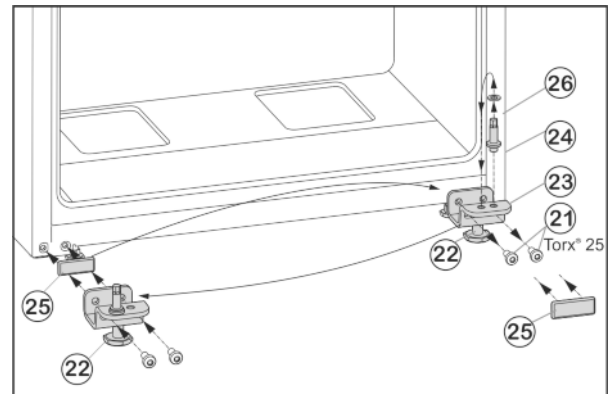

Fig. 9
- ▶ Открутите крепежные винты Fig. 9 (21).
- ▶ Снимите нижний опорный кронштейн Fig. 9 (23) вместе с опорным пальцем Fig. 9 (24), шайбой Fig. 9 (26) и регулируемой опорой Fig. 9 (22).
- ▶ Открутите опорный палец Fig. 9 (24) вместе с шайбой Fig. 9 (26) и, переставив в отверстие на противоположной стороне опорного кронштейна, снова прикрутите.
- ▶ Аккуратно снимите защитную пластину Fig. 9 (25) и переставьте ее на противоположную сторону.
- ▶ Прикрутите нижний опорный кронштейн Fig. 9 (23) вместе с опорным пальцем Fig. 9 (24), шайбой Fig. 9 (26) и регулируемой опорой Fig. 9 (22) с новой стороны шарнира (с моментом 4 Нм), при необходимости используйте аккумуляторный шурупверт.
- ▶ Установите дверь сверху на опорный палец Fig. 9 (24).
- ▶ Выверните регулирующую опору Fig. 9 (22) на нижнем опорном кронштейне Fig. 9 (23) до ее соприкосновения с полом.